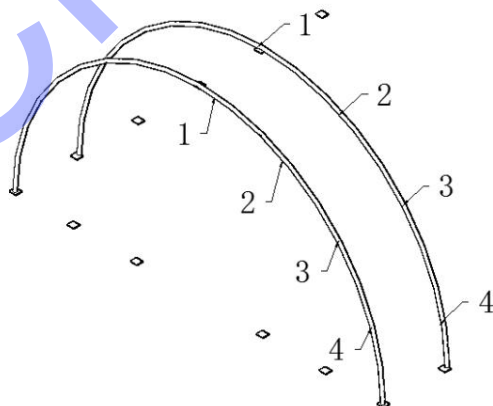

Figure 6
2. Placez le deuxième groupe de cadres d'arc dans les plaques de base comme le montre la figure 6. Utilisez des pannes (n° 5) pour les connecter à l'aide du boulon M12x100 (n° 18) et du fer d'angle (n° 17), puis installez la troisième arche dans la plaque de base et connectez les pannes. À ce tour, fixez toutes les autres arches et pannes comme le montre la figure 7 jusqu'à ce que le cadre soit terminé.